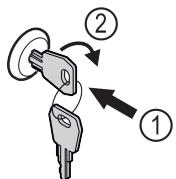

Fig. 115
- Вдавити ключ Fig. 115 (1).
- Повернути ключ на 90° за годинниковою стрілкою Fig. 115 (2).